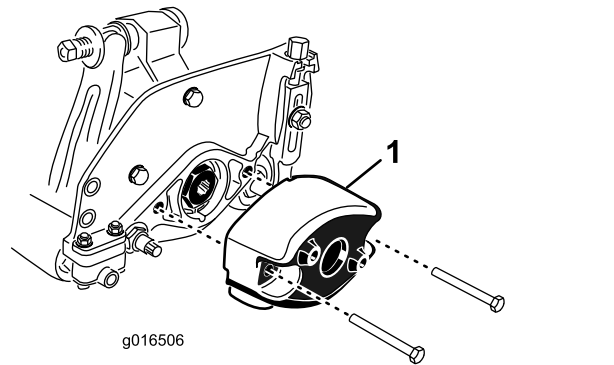

图9
1. 拆下将配重块固定到滚刀组左端的 2 个螺栓。拆下配重块 **图9**。
5. 在滚刀组右端的 O 形圈上涂抹一薄层润滑脂用之前拆下的螺栓安装配重块 **图9**。上紧螺栓扭矩至 1620N·m。